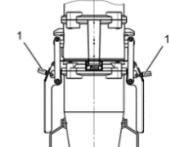

Abb. 11: Verschlusshebel sichern
- Verschlusshebel mit einem Vorhängeschloss sichern (Abb. 11/1).